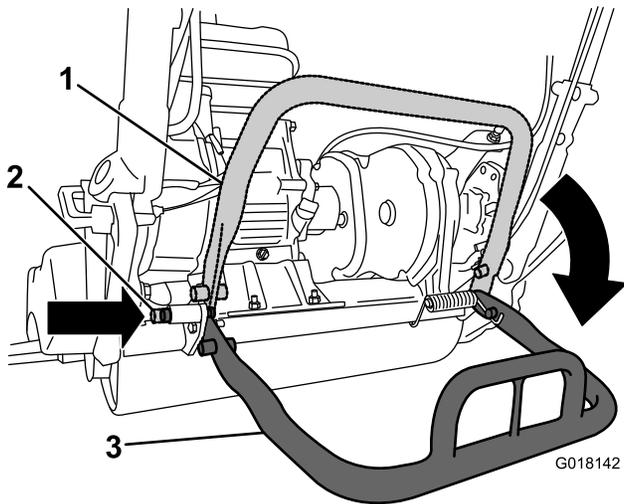

图24
- 为防止在拆卸滚刀时机器向后倾覆，应降低支撑架并推入锁定销，将支撑架锁定在维修位置（图24）。